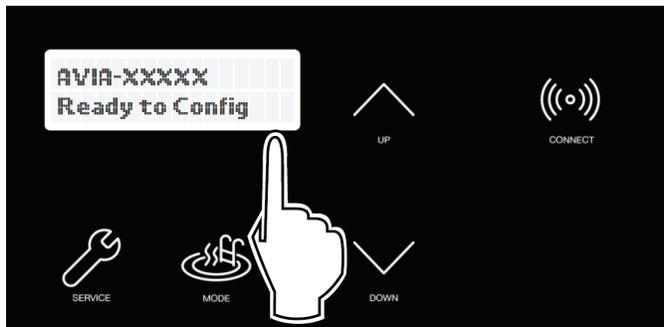

Figure 80. Wi-Fi prêt à être configuré et identifiant du réseau
- Le menu CONNECT affiche l'état de l'interface Wi-Fi, indiquant "Ready to Config", ainsi que l'identifiant du réseau. Voir **Figure 80**.